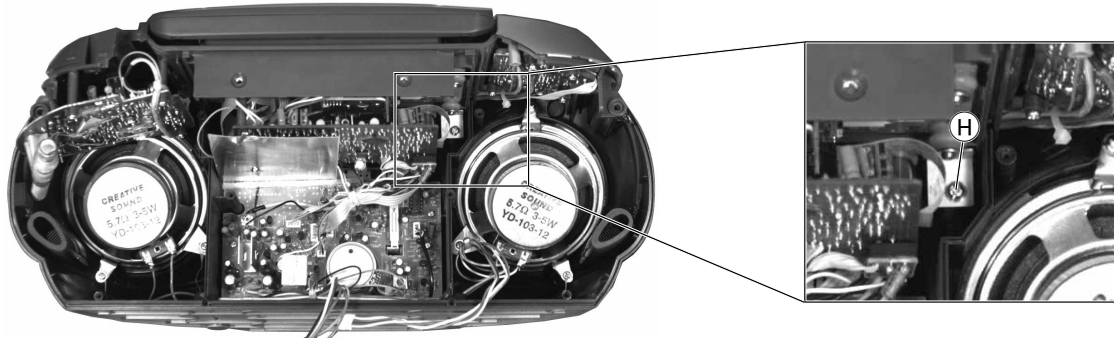

Fig. 5
- Schraube (H) herausdrehen (Fig. 5).
- Undo the screw (H) (Fig. 5).